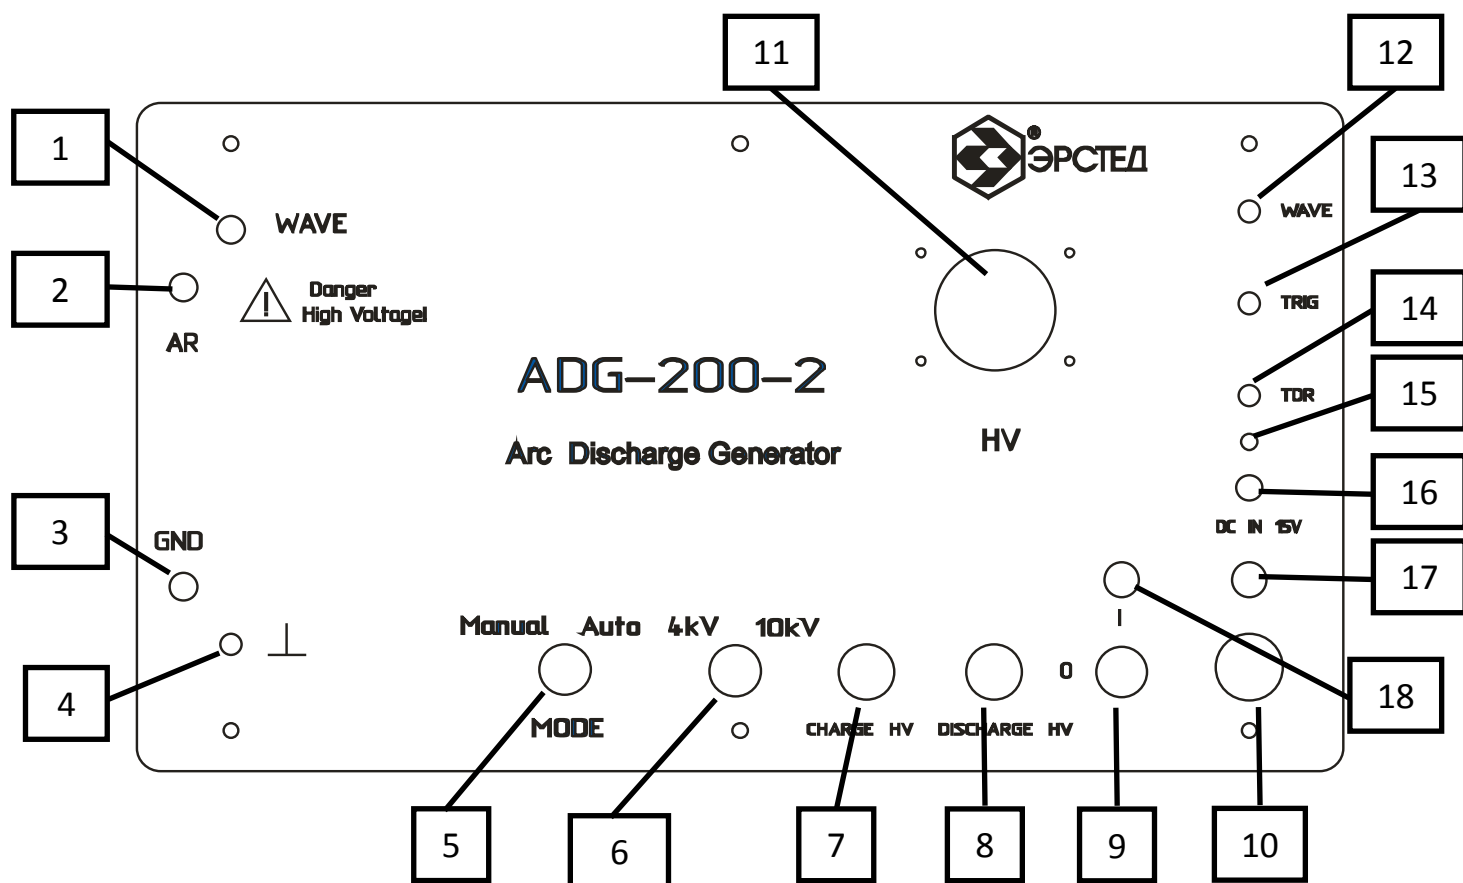

Рис. 1 Органы управления и индикации
Следующие органы управления и индикации представлены на Рис.1:
- 5.1.6. Вставить штекеры высоковольтных соединительных кабелей в гнезда, обозначенные на рис.1 номером **1 2 и 3, в соответствии с выбранным режимом работы (AR или WAVE)**. Используются комбинации гнезд 3-2 (для режима **AR**) и 3-1 для режима **WAVE**. При исследовании двух жил кабеля штекеры включаются произвольно, при исследовании пары «жила-броня» кабель, идущий к броне, следует подключить к гнезду 3 (**GND**), а второй кабель – ко второму выбранному гнезду (1 или 2).